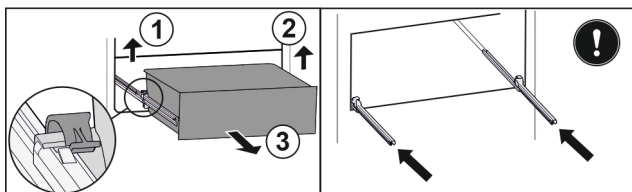

Fig. 208
- ▶ Ridicați clema din stânga și trageți concomitent sertarul din stânga spre înainte. Fig. 208 (1)
- ▶ Ridicați clema din dreapta și trageți concomitent sertarul din dreapta spre înainte. Fig. 208 (2)
- ▶ Extrageți sertarul spre înainte. Fig. 208 (3)